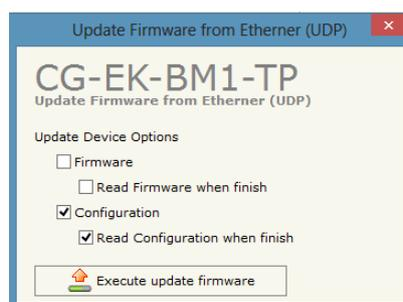

Figura 13 - Form opzioni di download
- Selezionare le opzioni che si desiderano (Figura 13 - Form opzioni di download), update del firmware, della configurazione o di entrambi